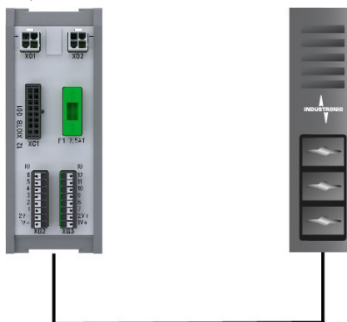

Abb. 6-10: Steuer-Eingänge/-Ausgänge an XIOTB
2. Ankommende Kabel der Audiokomponenten am Anschlussblock XATB an den Klemmen XG2 und XG3 anklemmen (→ Abb. 6-10 und Kapitel 6.4.3, Seite 17).
2. Kabel der ankommenden Steuer-Eingänge/-Ausgänge am Anschlussblock XIOTB an den Klemmen XG2 und XG3 anklemmen (→ Abb. 6-10 und Kapitel 6.4.3, Seite 17).